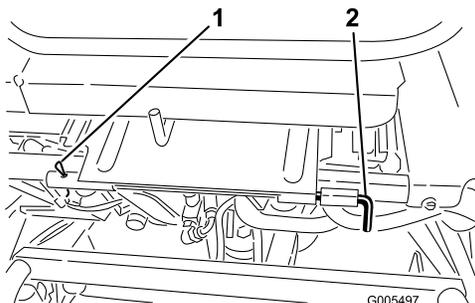

図 28
- 座席を降ろし、回転軸を固定しているロールピンを抜き取る 図 28。